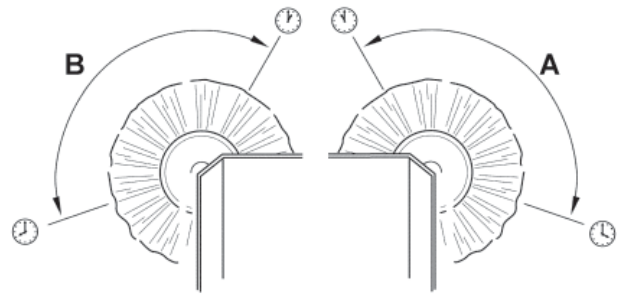
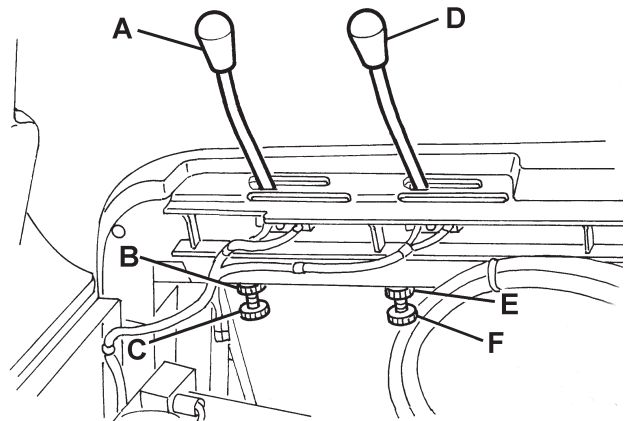

Abbildung 9
Abbildung 10
- Prüfen, ob die Seitenbesenspuren hinsichtlich Ausdehnung und Ausrichtung der Abbildung (A und B, Abb. 9) entsprechen.
2. Feststellbremse mit dem Pedal (82) und dem Hebel (75) betätigen.
3. Zündschlüssel (69) in Stellung 0 drehen.
4. Haube (23) öffnen und mit der Stützstange (55) sichern.
5. **Für den rechten Seitenbesen:** Hebel (A, Abb. 10) durch Lösen der Mutter (B) und Betätigen der Einstellvorrichtung (C) bis zum Erhalt der richtigen (A, Abb. 9) Spur verschieben. Einstellvorrichtung mit der Mutter (B, Abb. 10) sichern.
**Für den linken Seitenbesen:** Hebel (D, Abb. 10) durch Lösen der Mutter (E) und Betätigen der Einstellvorrichtung (F) bis zum Erhalt der richtigen (A, Abb. 9) Spur verschieben. Einstellvorrichtung mit der Mutter (E, Abb. 10) sichern.